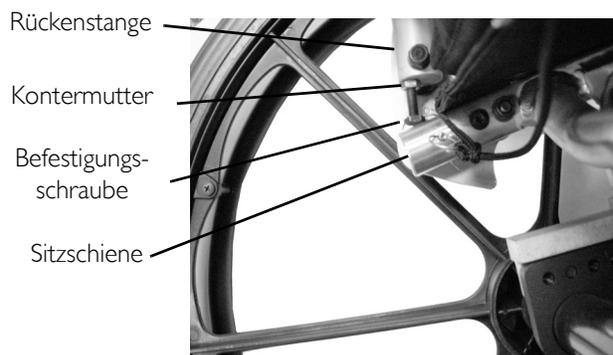

ABBILDUNG 4.3 Winkeleinstellung der Rückeneinheit - Terminator Rollstühle
HINWEIS: Für dieses Verfahren, siehe ABBILDUNG 4.3 auf Seite 32 und ABBILDUNG 4.5 auf Seite 33.
HINWEIS: Merken Sie sich die Einkerbung auf dem viereckigen Einstellplättchen. Wenn das viereckige Einstellplättchen in der Rückenlehnen-Winkelplatte eingesetzt ist, zeigt die Zahl neben der Einkerbung den Winkel in Bezug auf die Vertikale an. Die eine Seite des viereckigen Einstellplättchens ermöglicht die Einstellung von Winkeln von -8°, 0° und -4°. Drehen Sie das viereckige Einstellplättchen um, um Winkel von 8°, 4° und 0° einzustellen (ABBILDUNG 4.3).
6. Setzen Sie das viereckige Einstellplättchen so in die Rückenlehnenwinkelplatte ein, dass die Einkerbung unterhalb des gewünschten Winkels liegt (ABBILDUNG 4.3).